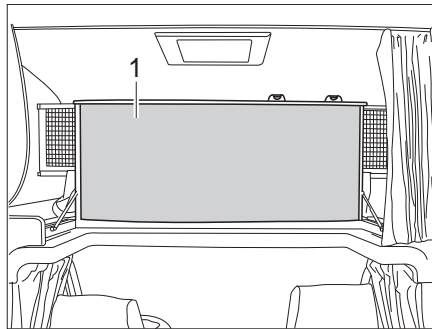

Fig. 122 Lit de capucine, rabattu vers le haut
- Rabattre vers le haut le lit de capucine (Fig. 122,1). Le lit de capucine est maintenu en position verticale par des ressorts à pression de gaz.